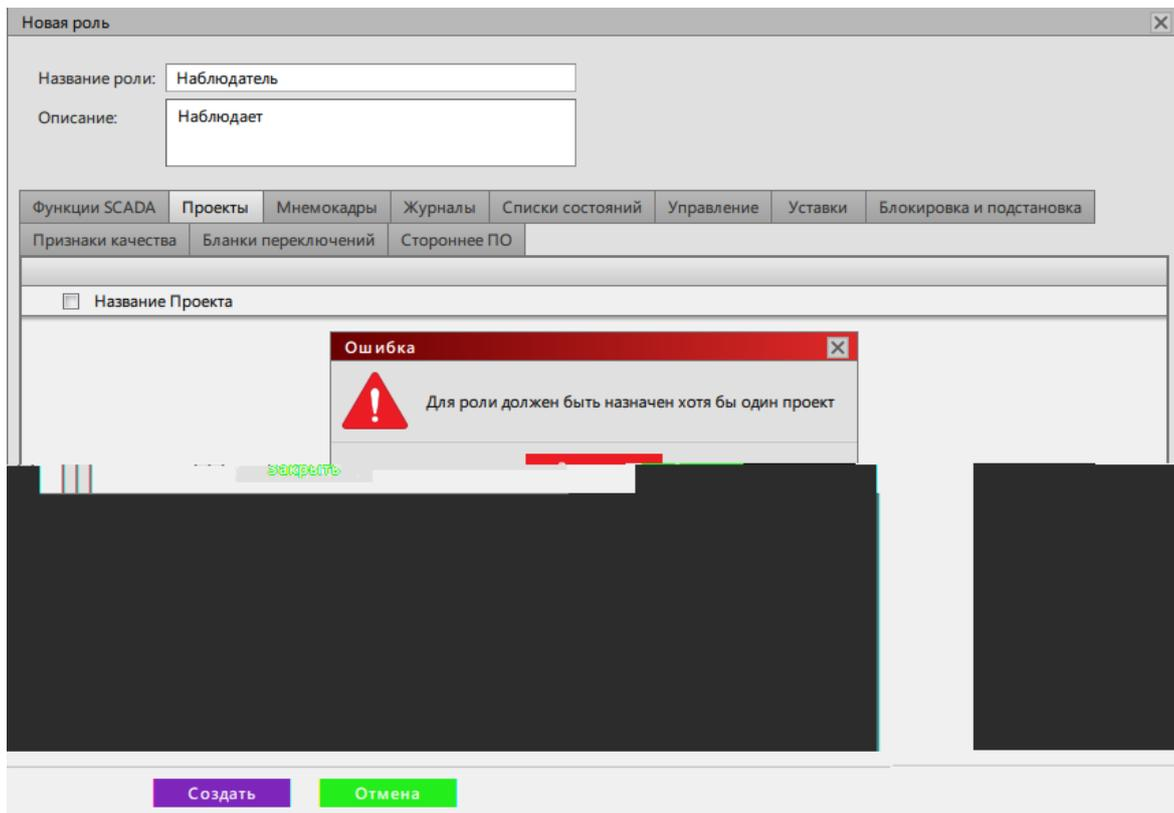

Рисунок 385 - Ошибка при создании роли
**Внимание:** При попытке создать новую роль без права доступа хотя бы к одному проекту Программа выдаст ошибку (Рисунок 385).